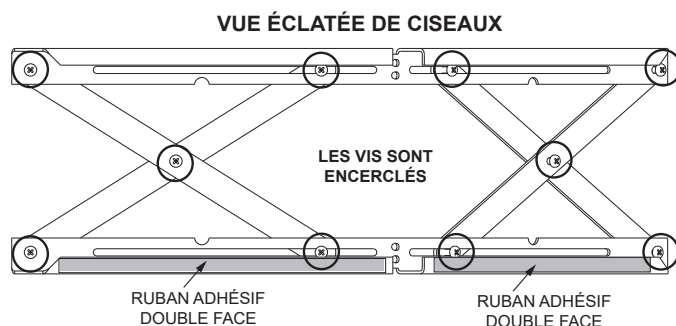

Figure 23.1
**Pièces incluses dans l'ensemble :** (1) garniture supérieure, (1) garniture frontale, (2) garnitures latérales, bande adhésive double face (déjà installée)
1. Les 10 vis de chaque mécanisme extensible sont fournies desserrées (**Figure 23.1**).